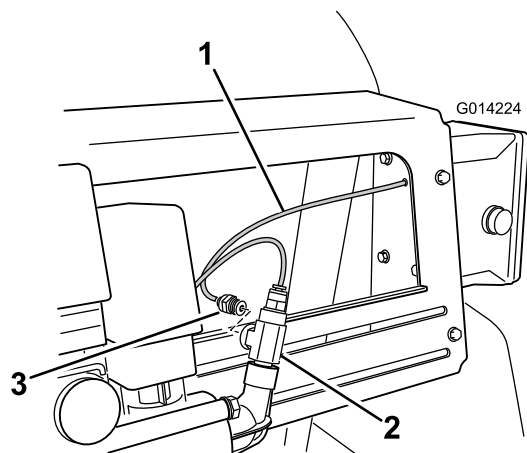

Figura 7
3. Localize o tubo de pressão vermelho que sai da parte posterior da caixa de controlo e instale-o na abertura do encaixe em T (Figura 7).